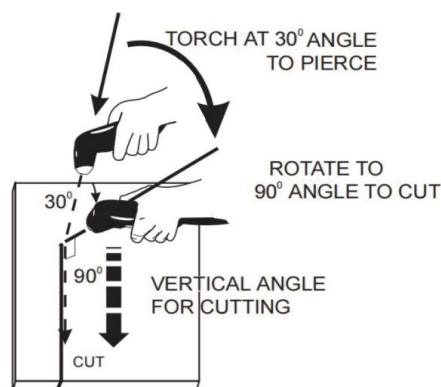

Figure 17 Opération de coupe
4. La figure 17 est donnée à titre indicatif uniquement.